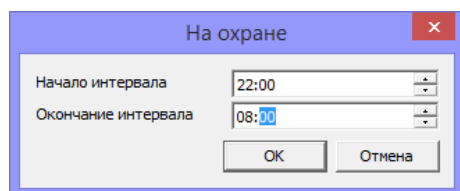

Рисунок 15.13 — Окно *На охране* (установка временного интервала охраны)
- 6) В открывшемся окне «На охране» (см. рисунок 15.13) задайте необходимый временной интервал и нажмите кнопку *ОК*.